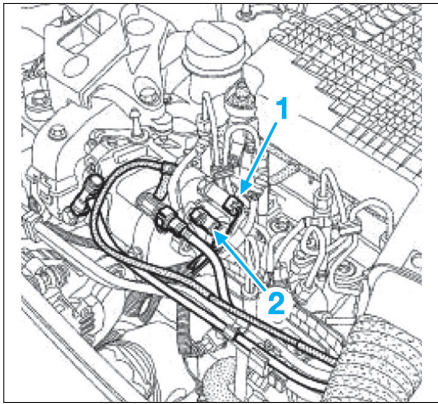

Fig. 69
- le capteur de température carburant (1) (Fig.69),